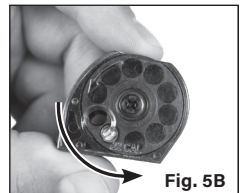

Fig. 5B
4. Drehen Sie den Zylinder gegen den Uhrzeigersinn bis zum nächsten freien Platz (Abb. 5B).